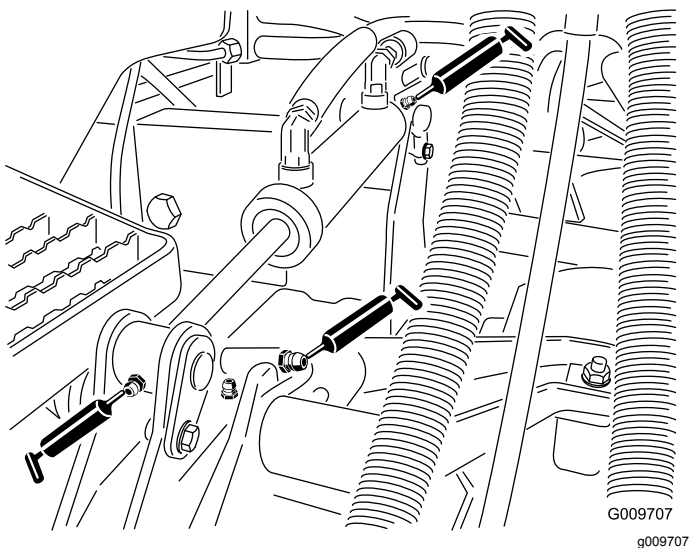

Figure 29
- Bagues de bras de levage (1 par plateau) (Figure 29).
- Bagues de vérin de levage (2 par plateau) (Figure 29).